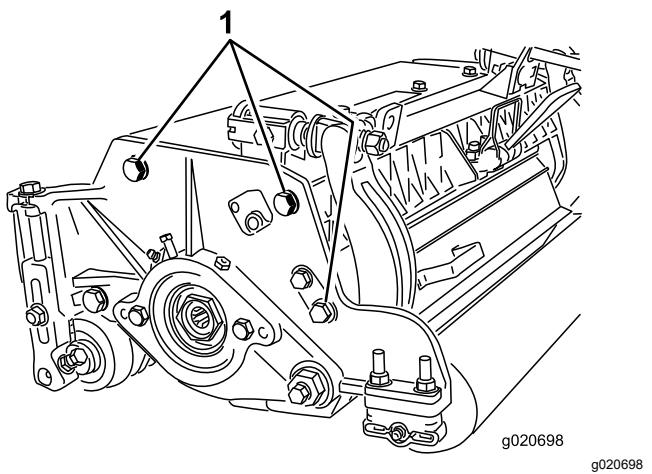

図 13
**注** リールと後ローラとの平行関係は、カッティングユニット全体の組み立て精度により保証されていますから、調整は不要です。極わずかの狂いの調整は以下の方法により可能ですカッティングユニットを定盤の上に載せ、サイドプレート固定キャップスクリュをゆるめる図 13。ガタを除去し、キャップスクリュを 37-45 N·m/36.6-44.7 kg·m = 27-33 ft-lbにトルク締めする。